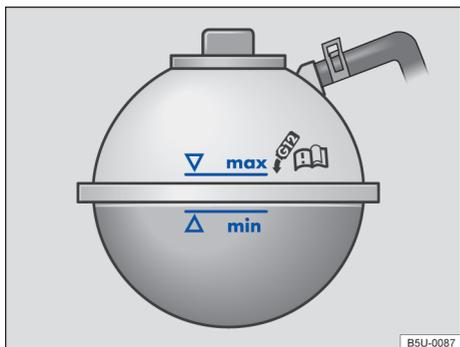

Fig. 129 No compartimento do motor: marcação no reservatório de expansão do líquido de arrefecimento do motor.
- Com o motor frio, verificar o nível do líquido de arrefecimento do motor pela marcação lateral do reservatório → Fig. 129.
- Reabastecer somente com líquido de arrefecimento do motor **novo** e de acordo com a especificação da Volkswagen (→ Página 171) → ❶.
- O nível do líquido de arrefecimento do motor deve permanecer dentro da marcação do reservatório → Fig. 129. **Não completar acima da marca “max”** → ❶!
- Se em caso de emergência não houver à disposição o líquido de arrefecimento do motor dentro da especificação exigida, não utilizar nenhum outro aditivo do líquido de arrefecimento do motor! Em vez disso, completar somente com **água XYGH LUXU** → ❶. Depois disso, a mistura com a proporção correta de aditivo do líquido de arrefecimento do motor → Página 171 deve ser reestabelecida o mais rápido possível. ▶
- Completar com líquido de arrefecimento do motor somente até a marca "max" → Fig. 129. Caso contrário, ao aquecer-se, o líquido excedente será expulso do sistema de arrefecimento do motor e poderá causar danos.